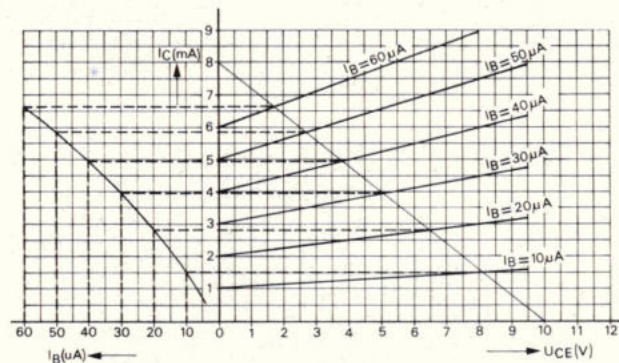

Fig. 10
b. De gevraagde lijn vinden we door de snijpunten van de belastingslijn met de $I_C - U_{CE}$ karakteristieken „over te nemen” in het linker gedeelte van de figuur (zie fig. 10).